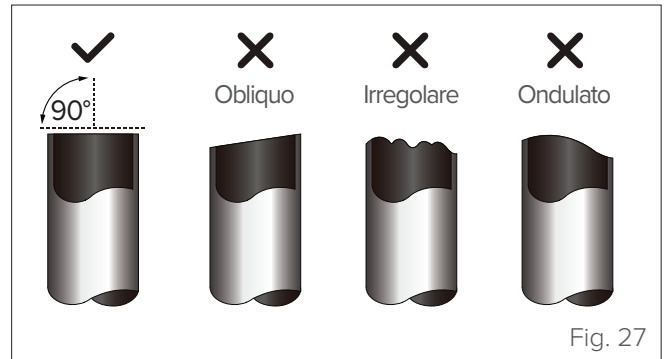

Fig. 27
- 3 Verificare che il tubo sia tagliato con un'angolazione esatta di 90°. Fare riferimento agli esempi di taglio non corretto riportati nella "Fig. 27".